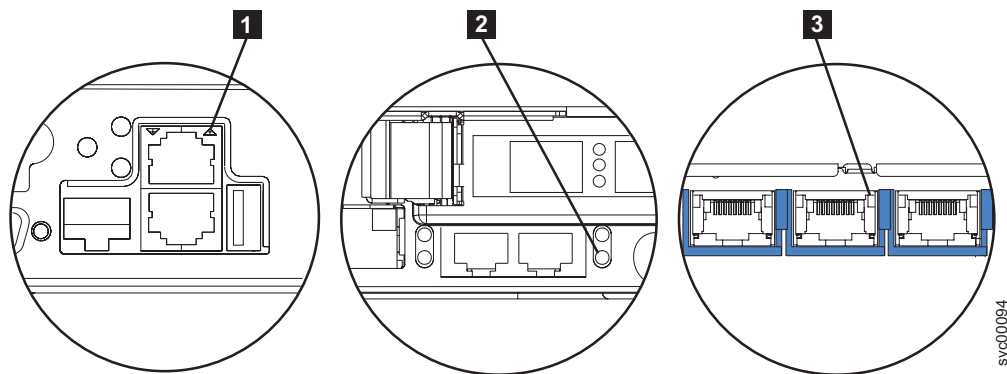

図 95. SAN ボリューム・コントローラーのポート 2 イーサネット・リンク LED
イーサネット・ポート・アセンブリで緑色の LED が点滅している場合。図 95 は、ポート2 イーサネット・リンク LED を示しています。
**イーサネット・ポート 2 で緑色のリンク LED が点灯している場合。** 473 ページの図 95 は、リンク LED の位置を示しています。